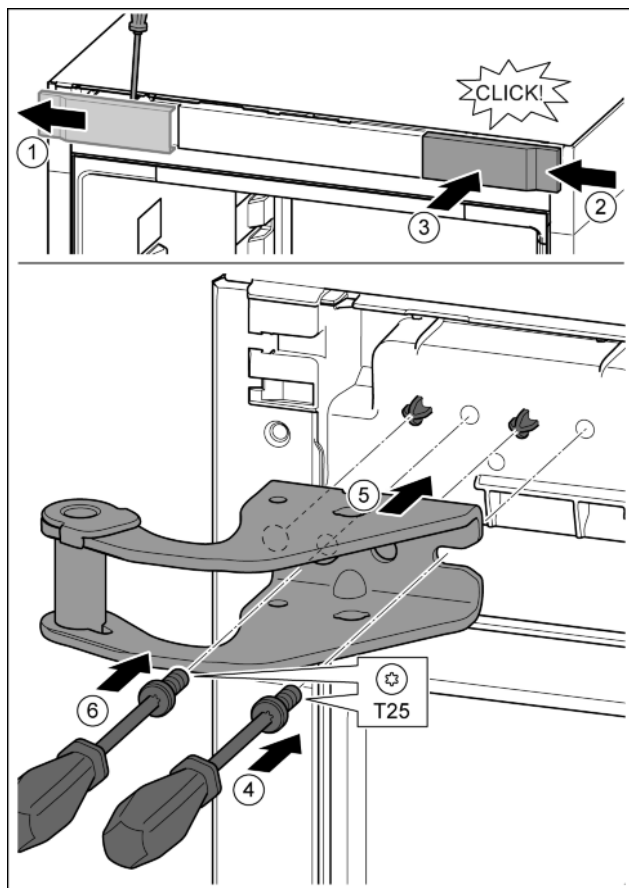

Fig. 12
- ▶ Крышку отсоединить с помощью отвертки и убрать в сторону. Fig. 12 (1)
- ▶ Навесить крышку, повернув на 180°, справа с другой стороны. Fig. 12 (2)
- ▶ Крышку снова зафиксировать. Fig. 12 (3)
- ▶ Установить винт отверткой T25. Fig. 12 (4)
- ▶ Установить верхний опорный кронштейн. Fig. 12 (5)
- ▶ Затянуть винт. Fig. 12 (4)
- ▶ Вставить и затянуть винт отверткой T25. Fig. 12 (6)